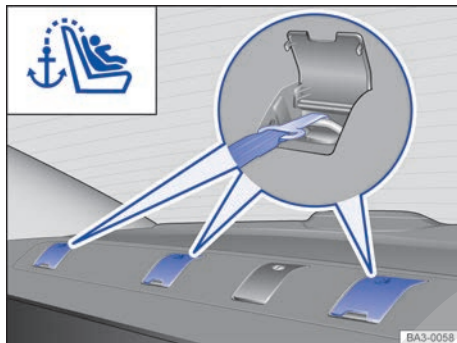

Fig. 29 En la bandeja situada detrás del asiento trasero: argollas de sujeción para el cinturón Top Tether (berlina).
- *Berlina:* levante la tapa de la argolla de sujeción correspondiente situada en la bandeja que hay detrás del respaldo del asiento trasero → fig. 29.
- *Berlina:* enganche el cinturón de fijación superior del asiento para niños en la argolla de sujeción correspondiente, marcada como Top Tether, situada en la bandeja que hay detrás del asiento trasero → fig. 29.